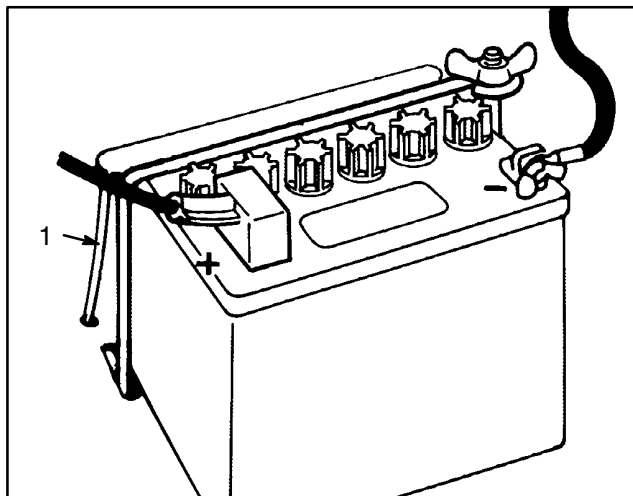

Abbildung 8
9. Die Batterie so einsetzen, daß die Klemmen hinten liegen und sich das Entlüftungsrohr auf der linken Seite der Batterie (durch das Loch im Rahmen) befindet (Abb. 8).
11. Das rote Plus-Kabel (Gummiüberzug am Polende) am (+) Pluspol und das schwarze Minus-Kabel am (-) Minuspol der Batterie anbringen und mit Sechskantschrauben und Flügelmuttern absichern. Den Gummiüberzug zum Vorbeugen gegen mögliche Kurzschlüsse über den Pluspol ziehen (Abb. 8).